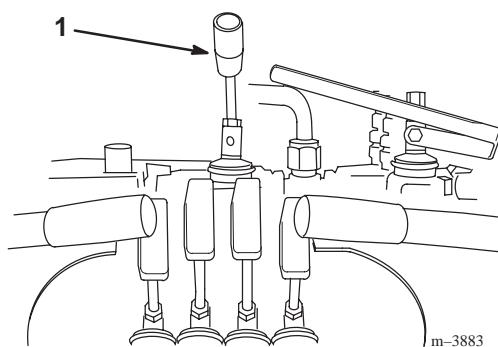

Bild 2
1. Drehen Sie den Hebel in das Geschwindigkeits-Ventil (Bild 2).